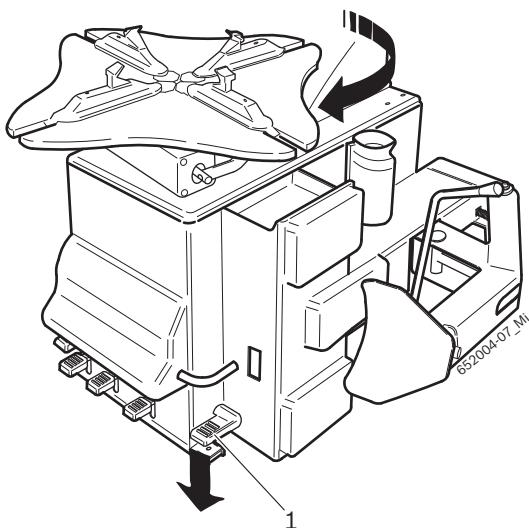

Fig. 2: Controle do sentido de rotação
Para um funcionamento óptimo do TCE 4335 é importante que, ao apertar o pedal indicado na Fig.2 (1), o sentido de rotação do flange de aperto seja horário.